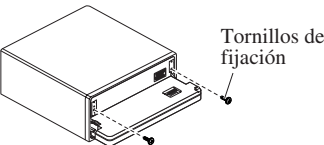

Fig. 14
4. Fije el panel delantero a la unidad utilizando los tornillos de fijación. (Fig. 14)